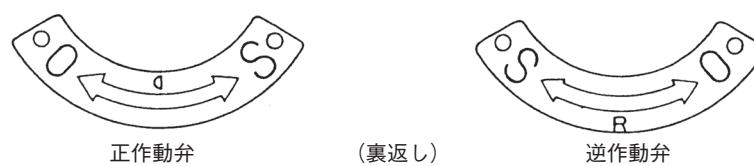

図6-4
- 【5】 ハンドホイールの方向指示板をD、R(D：正作動弁、R：逆作動弁)に注意して組み替えてください。(図6-4 参照)